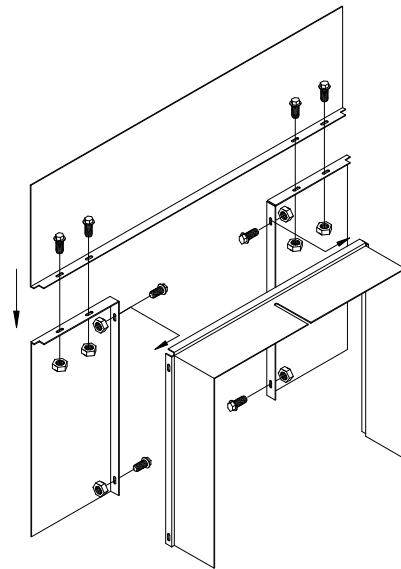

Figure 2.5a
3. Alignez les trous situés sur les panneaux supérieurs et latéraux et utilisez les six (6) vis, rondelles et écrous fournis. (Figure 2.5a)